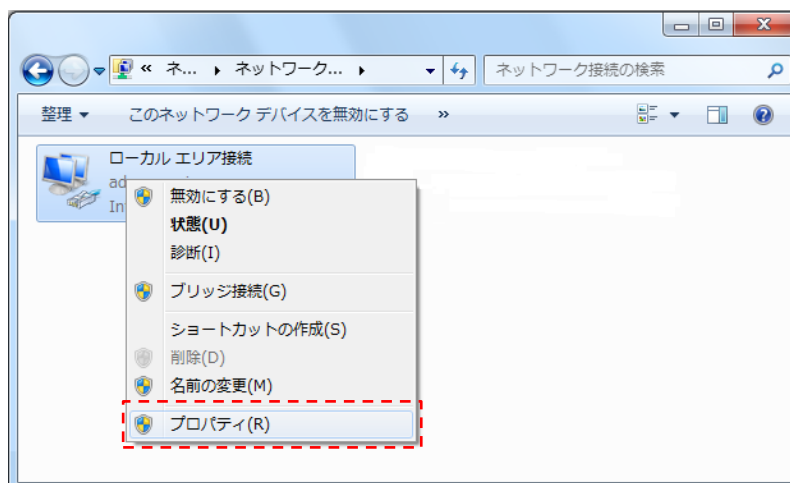

図 3-5 アダプターの設定の変更画面
手順②: アダプターの設定の変更画面(図 3-5)より、「ローカルエリア接続」を右クリックし、「プロパティ」をクリックしてください。